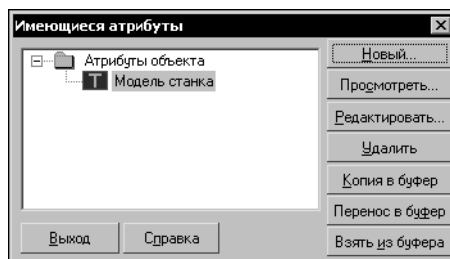

Рис. 66.1. Диалог работы с атрибутами объекта
2. Вызовите команду **Сервис — Атрибут...** На экране появится диалог работы с атрибутами объекта (рис. 66.1).
2. Вызовите команду **Сервис — Атрибуты....** На экране появится диалог работы с атрибутами (рис. 66.1).
Операции с атрибутами геометрических объектов производятся в диалоге (рис. 66.1), вызываемом командой **Сервис — Атрибуты...**